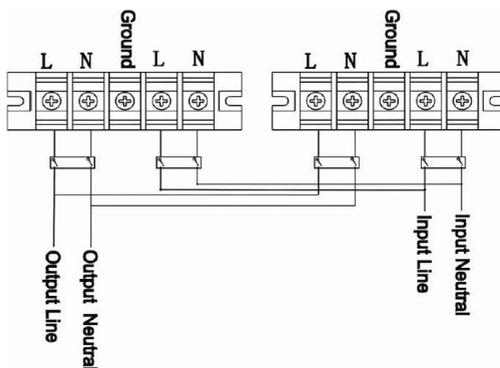
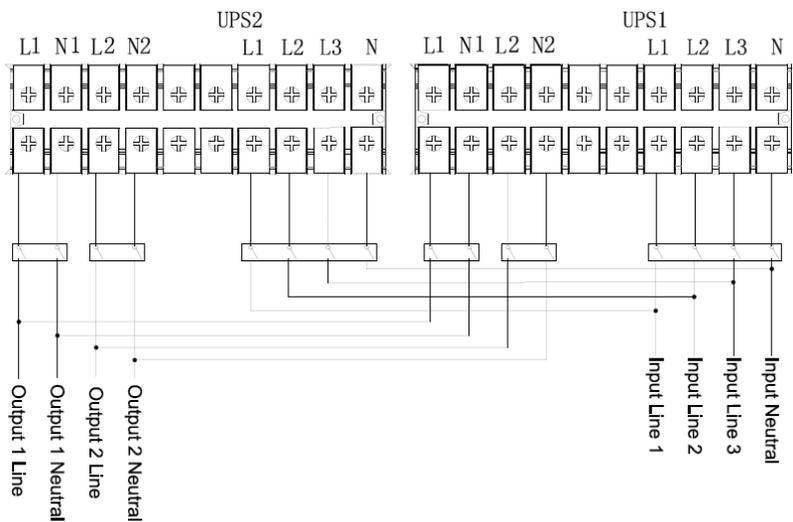

Figura 10: Schema di collegamento per funzionamento parallelo di due XANTO 6000 / 10000
Figura 12: Schema di collegamento per funzionamento parallelo di due XANTO 20000 3/1
1. Collegare gli ingressi e le uscite degli UPS ai singoli interruttori automatici (cfr. da Figura 10 a Figura 12). Gli interruttori automatici non sono inclusi in dotazione e sono, rispettivamente: